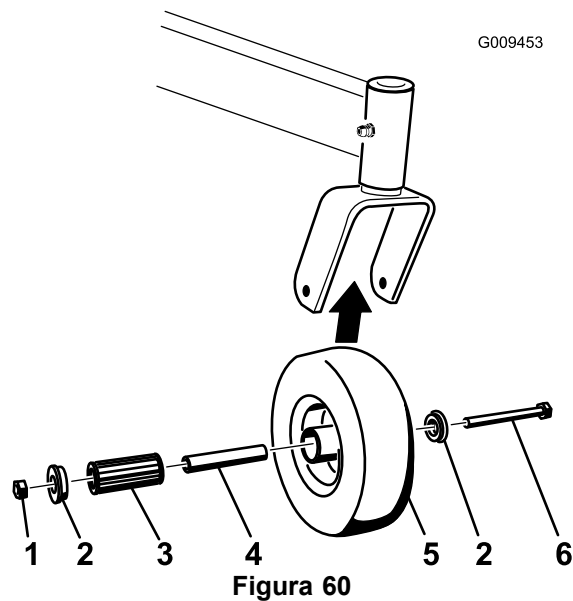

Figura 60
1. Retire la contratuerca y el perno que sujetan la rueda giratoria a la horquilla (Figura 60).
2. Retire un solo casquillo y tire del casquillo intermedio y del cojinete de rodillos para sacarlos del cubo de la rueda (Figura 60).
3. Retire el otro casquillo del cubo de la rueda y limpie la grasa y la suciedad del cubo de la rueda (Figura 60).
Nota: Cambie las piezas defectuosas o desgastadas (Figura 60).
5. Coloque un casquillo en el cubo de la rueda (Figura 60).
6. Engrase el cojinete de rodillos y el casquillo intermedio y deslícelos en el cubo de la rueda (Figura 60).
7. Coloque el segundo casquillo en el cubo de la rueda (Figura 60).
8. Instale la rueda giratoria en la horquilla y fíjela con el perno y la contratuerca (Figura 60).
9. Apriete la contratuerca hasta que el casquillo intermedio se apoye contra el interior de las horquillas de las ruedas giratorias (Figura 60).